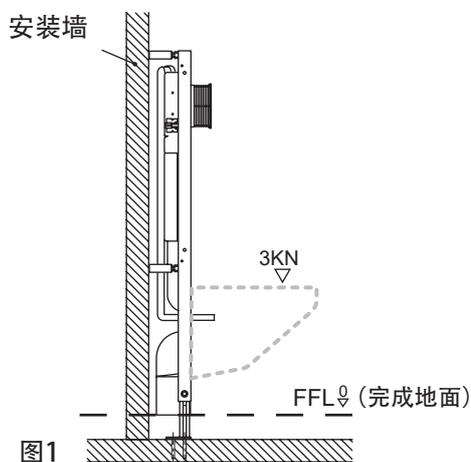

图1
2. 在支架安装前, 应先确认安装位置, 并根据室内装修的总体策划确定装修完成后的地面FFL, 在安装墙上划出FFL线, 并始终以此作为高度0的基准线。(见图1)